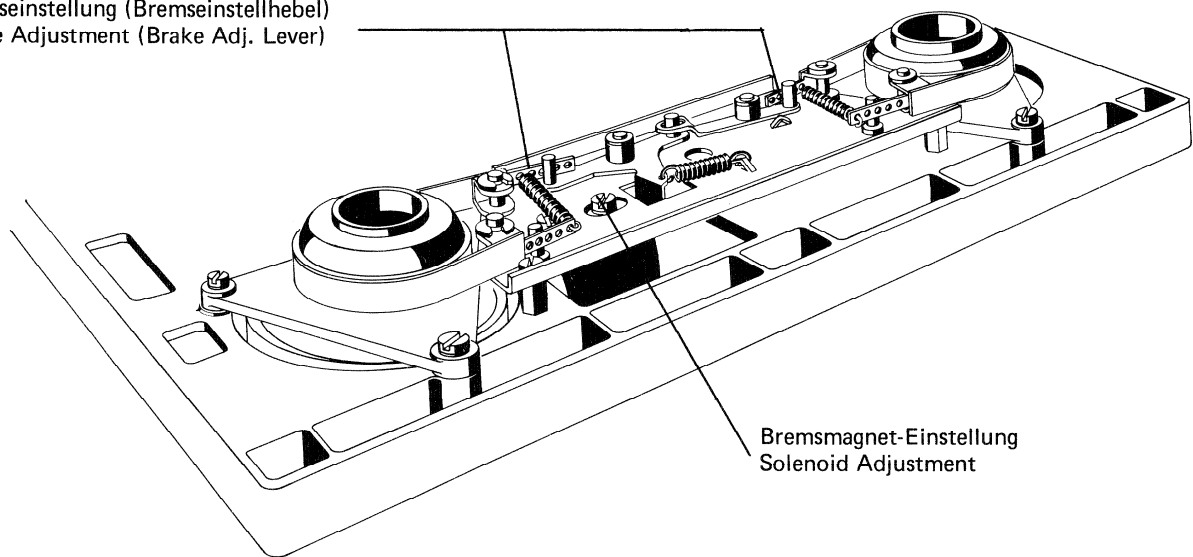

Fig. 3.2.-2
3.2.2. Einstellen der Bremsen (Fig. 3.2.-2)